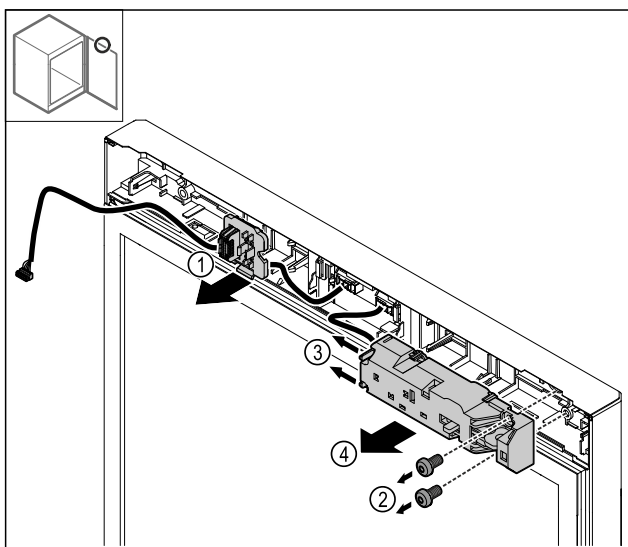

Fig. 28
- Desencajar el soporte de la clavija Fig. 28 (1).
- Retirar los tornillos Fig. 28 (2).
- Presionar la lengüeta de retención Fig. 28 (3) hacia un lado y desmontar la cerradura eléctrica Fig. 28 (4).